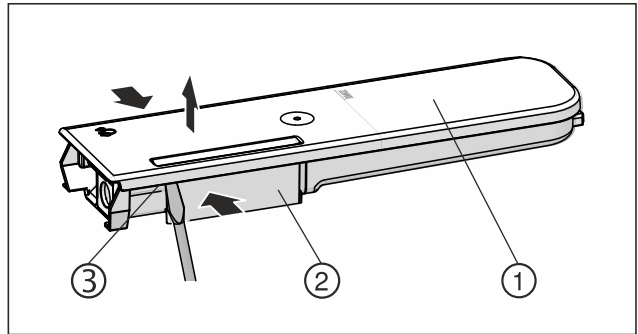

Fig. 151
- Presser le réservoir d'eau Fig. 151 (2) et faire levier pour lever précautionneusement le couvercle Fig. 151 (1) par les ergots Fig. 151 (3).
- Faire légèrement bouger le couvercle Fig. 151 (1) de l'avant vers l'arrière puis le retirer par le haut.